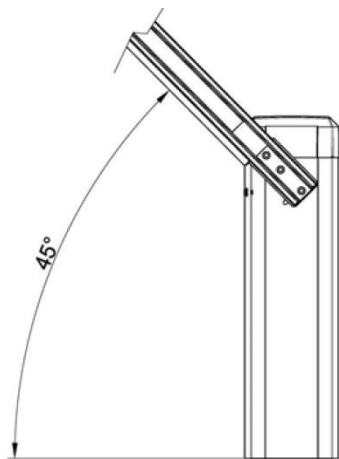

Рисунок 17
4. Активируйте механическую аварийную разблокировку шлагбаума и вручную установите стрелу шлагбаума в положение  $45^\circ$  – см. рисунок 17. Стрела шлагбаума должна выровняться в данном положении. При необходимости следует выполнить корректировку положения стрелы посредством увеличения/уменьшения натяжения пружины.